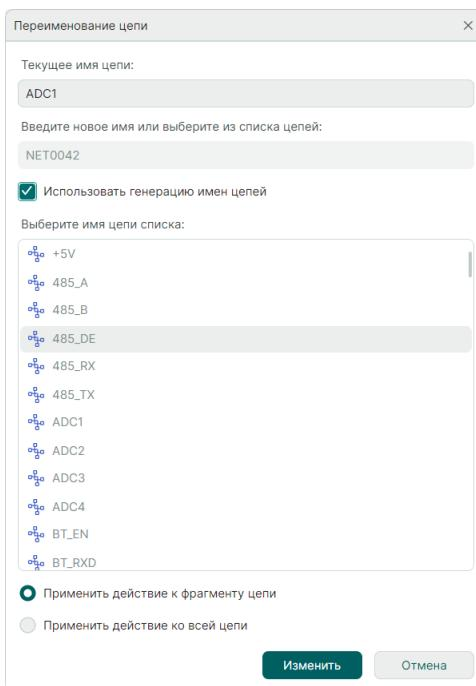

Рис. 111 Автогенерация имен
- Использовать автогенерацию имен цепей, поставив флаг «Использовать генерацию имен цепей», см. Рис. 111. При этом в поле «Ведите новое имя или выберите из списка цепей:» система выведет будущее сгенерированное имя создаваемой цепи, а список имеющихся на схеме цепей будет недоступен для выбора.